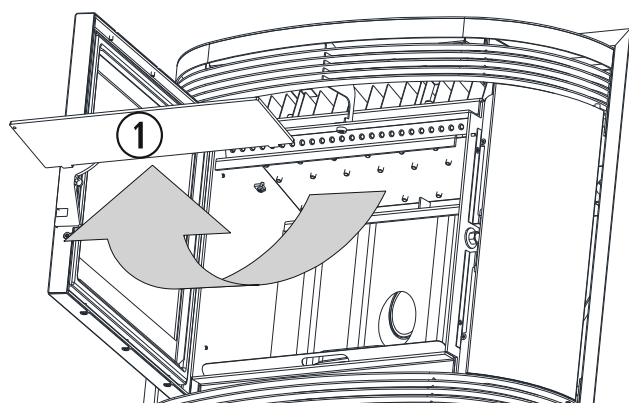

Figura 24
5.6. Nei modelli Atenas ed Eco mini, si deve realizzare un'azione di pulizia a fondo sullo scambiatore di calore, quest'attività verrà ripetuta settimanalmente. Come si vede nella figura 24 (Eco mini), per avere un miglior accesso allo scambiatore e poter pulirlo in modo esaustivo, dobbiamo spingere in alto la placca superiore del focolare, fino a sfilare le linguette di fissaggio della placca centrale e tirarla. Al termine, collochiamo di nuovo la placca superiore assicurandoci che i piedini restino correttamente incassati.
①	Placca superiore del focolare.